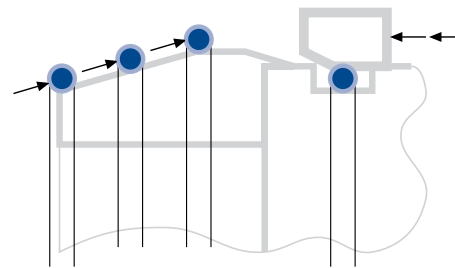

Abbildung 3
- O-Ring schnell und gleichmäßig über den Kegel schieben, bis der Ring in die Nut einschnappt (Abbildung 3)